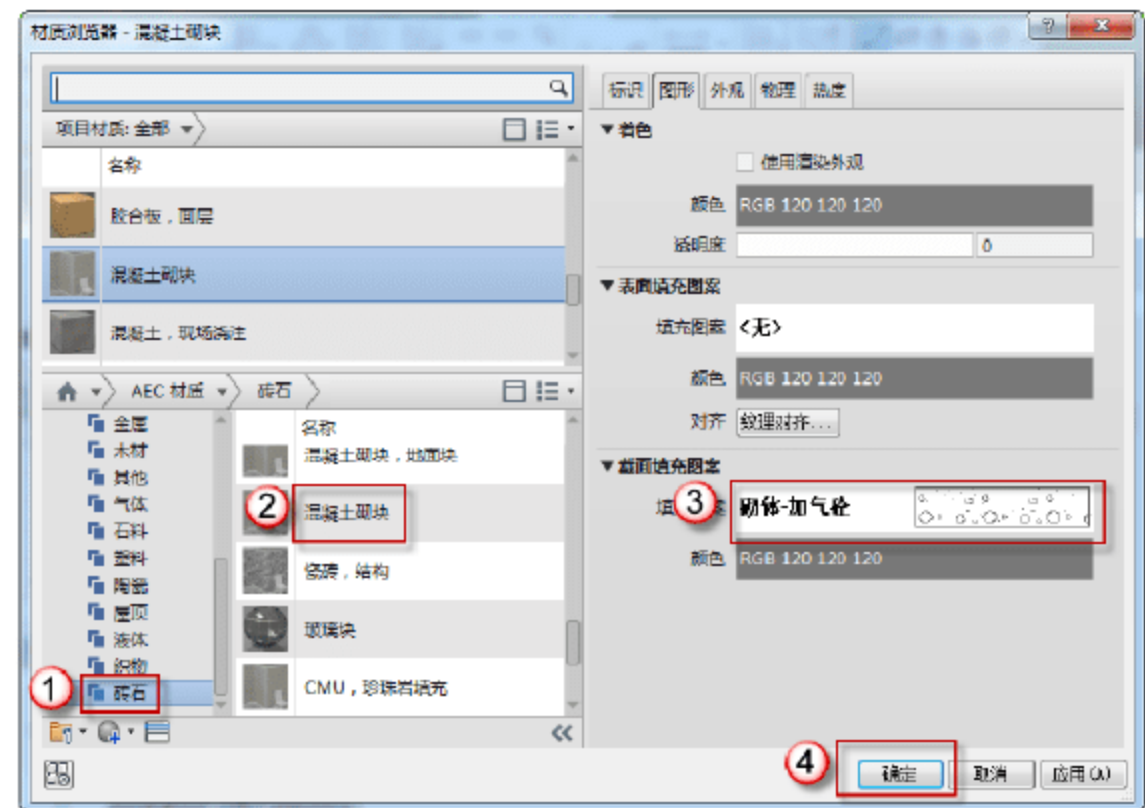

图 9.1.50 编辑“结构[1]”的材质
(23) 编辑“结构[1]”的材质。在返回的“类型属性”对话框中，单击“结构”参数后的“编辑”按钮，在弹出的“编辑部件”对话框中，单击“结构[1]”对应的“材质”单元格右上角的“浏览”按钮，在弹出的“材质浏览器”中，选择“AEC 材质”中的“砖石”→“混凝土砌块”，将其填充图案改为“砌体-加气砼”，单击“确定”按钮，如图 9.1.50 所示。